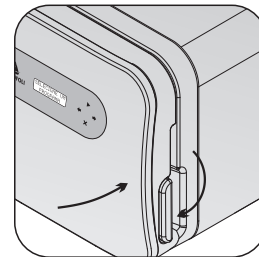

Fig. 7
- e► Feche a porta da autoclave pressionando-a contra a câmara (vaso de pressão) e movendo o fecho totalmente para baixo até o final do curso (Figs. 7 e 8).